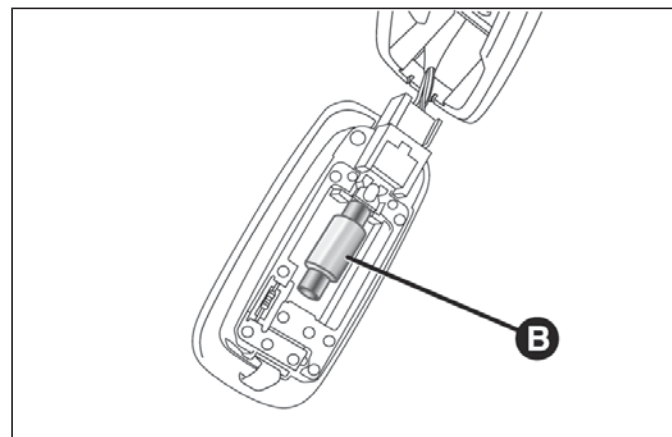

fig. 198
- ☐ sustituir la lámpara B fig. 198 soltándola de los contactos laterales;